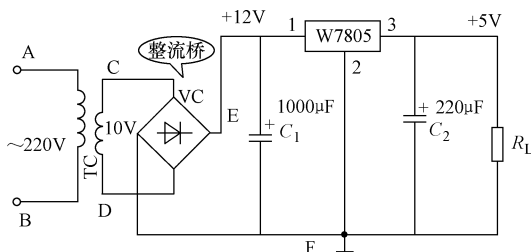

图 6-7 电压测量法检查电路故障
**【经典实例】** 如图 6-7 所示的由桥式整流和三端稳压器